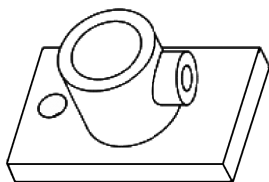
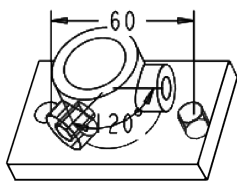

图 8-9 原模型
图 8-10 完成的模型
【例 8-2】 使用复制工具，利用如图 8-9 所示的模型完成如图 8-10 所示的模型。
(1) 打开文件“\ 例题 \ 第 8 章 \ liti8-1. prt”，如图 8-9 所示。
(11) 在图形区单击鼠标中键完成旋转复制，如图8-10所示。